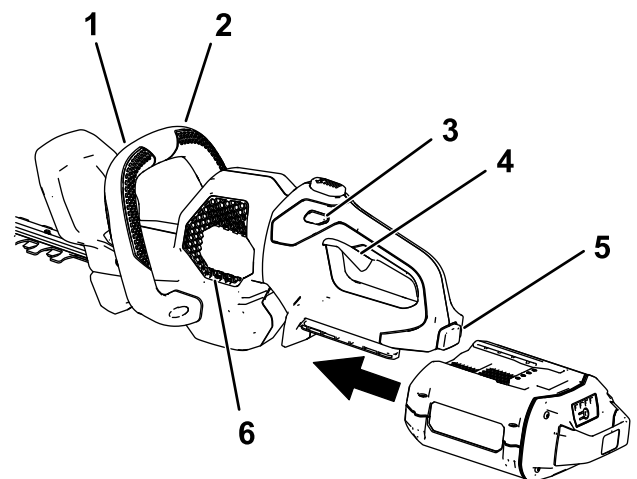

Figure 4
3. Alignez le creux de la batterie sur la languette dans le corps de la poignée, saisissez la poignée et poussez la batterie dans la poignée jusqu'à ce que le verrou s'enclenche en position (Figure 4).
- Placez une main sur la poignée d'actionnement. Placez l'autre main sur la poignée auxiliaire (Figure 4).
- Appuyez sur le commutateur de verrouillage puis serrez la poignée d'actionnement tout en actionnant le commutateur de poignée auxiliaire pour mettre le taille-haie en marche (Figure 4).
Le taille-haie reste en marche tant que vous appuyez sur le commutateur de poignée auxiliaire et la gâchette. Vous pouvez relâcher le commutateur de verrouillage lorsque le taille-haie est en marche. Figure 4
Pour arrêter le taille-haie, relâchez la gâchette, l'interrupteur de la poignée auxiliaire, ou les deux (Figure 4). Attendez au moins 5 secondes l'arrêt complet de la lame.